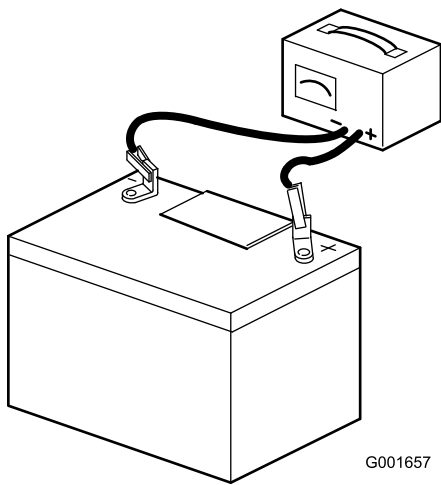

Figura 43
2. Cuando la batería esté completamente cargada, desconecte el cargador de la toma de electricidad, luego desconecte los cables del cargador de los bornes de la batería (Figura 43).